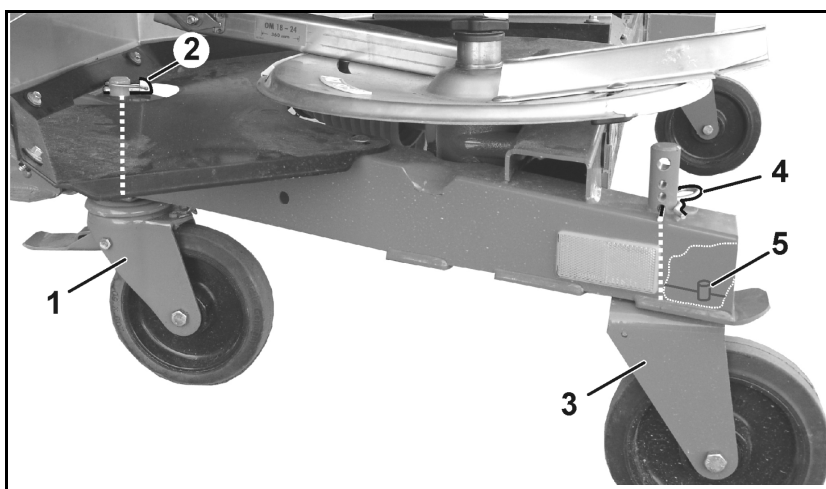

Рис. 43
5. Поворотні гальмівні ролики (Fig. 43/1) спереду
- o встановіть та зафіксуйте шплінтом (Fig. 43/2), або відповідно
6. Зафіксовані ролики (Fig. 43/3) ззаду
- o встановіть і закріпіть пружинним фіксатором (Fig. 43/4) в самому нижньому отворі для фіксації, або відповідно
При монтажі зафіксованого ролика зверніть увагу на те, щоб болт (Fig. 43/5) увійшов в отвір рами і таким чином утримував колесо в поздовжньому напрямку.